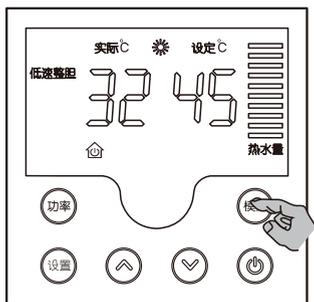

图 9
- ◆ 按“模式”键选择中温保温模式, “中温”图标点亮, 如图 9 所示, 热水器进入中温保温模式。